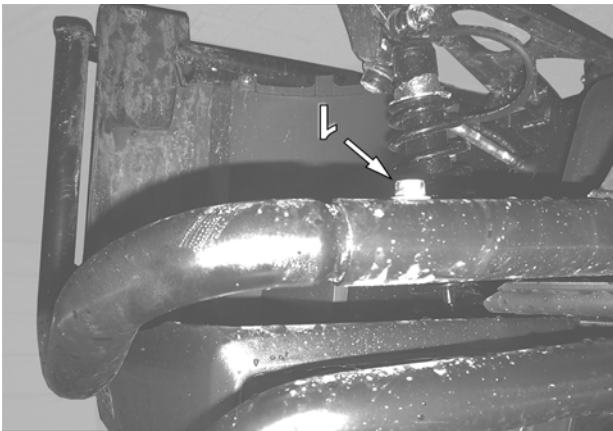

Fig. 24
4. Dévisser le boulon de fixation (1) qui maintient le garde-protecteur au pare-chocs avant. Fig. 24.